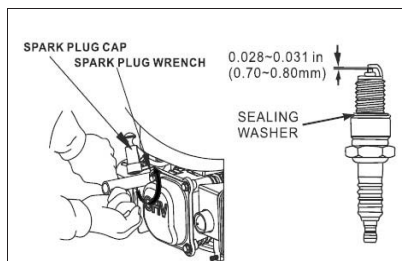

Abb. 11
4. Messen Sie den Elektrodenabstand mit einem geeigneten Messgerät. Der korrekte Abstand beträgt 0,028 - 0,031 Zoll (0,70 - 0,80 mm). Falls Einstellungen erforderlich sind, korrigieren Sie den Abstand, indem Sie vorsichtig die Elektrodenfläche biegen (Abb. 11).